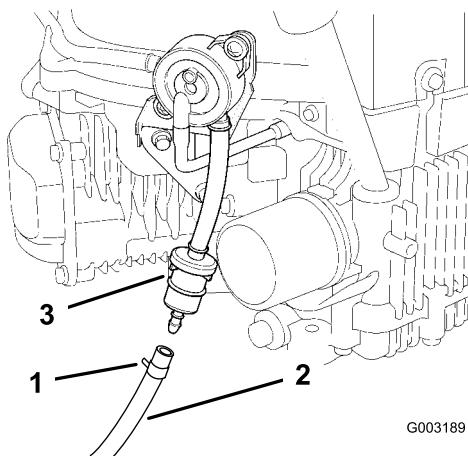

Figura 41
5. Desaperte a braçadeira do tubo no filtro de combustível e deslize-o para cima do tubo de combustível afastando do filtro (Figura 41).
6. Puxe o tubo do combustível do filtro do combustível (Figura 41).
8. Instale o tubo de combustível no filtro. Deslize a braçadeira do tubo para perto do filtro de combustível para prender o tubo de combustível (Figura 41).
4. Aperte as pontas dos grampos da tubagem e afaste-as do filtro (Figura 41).
6. Instale um novo filtro com a seta de direcção de fluxo a partir do depósito de combustível e apontando para o motor e move as abraçadeiras do tubo para perto do filtro (Figura 41).